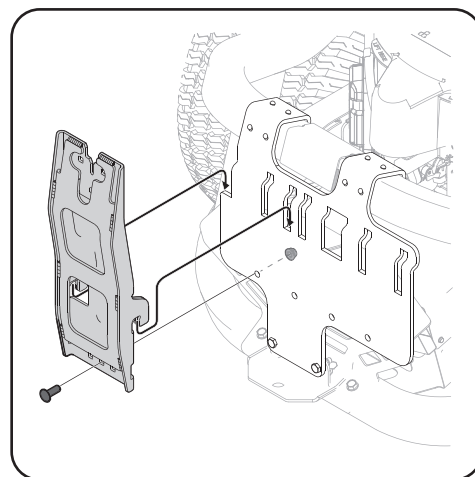

Figure 4-10
4. Insérez le support du couvercle supérieur sur la barre de support de l'ensacheuse en l'inclinant légèrement. Faites pivoter l'ensemble vers le bas et dans l'ensemble du support de goulotte, en veillant à ce que la languette (illustrée à la Figure 4-10) soit verrouillée en place.